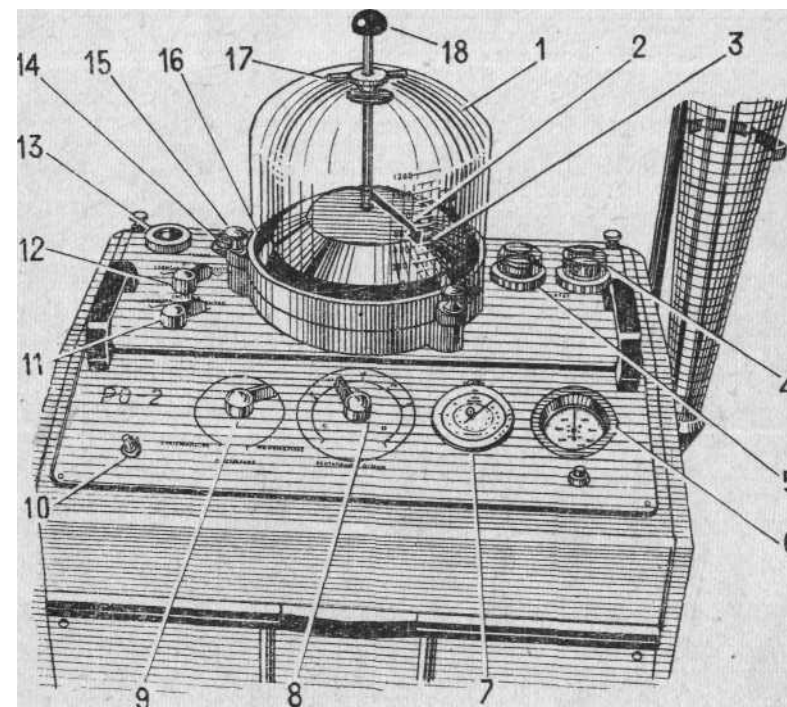
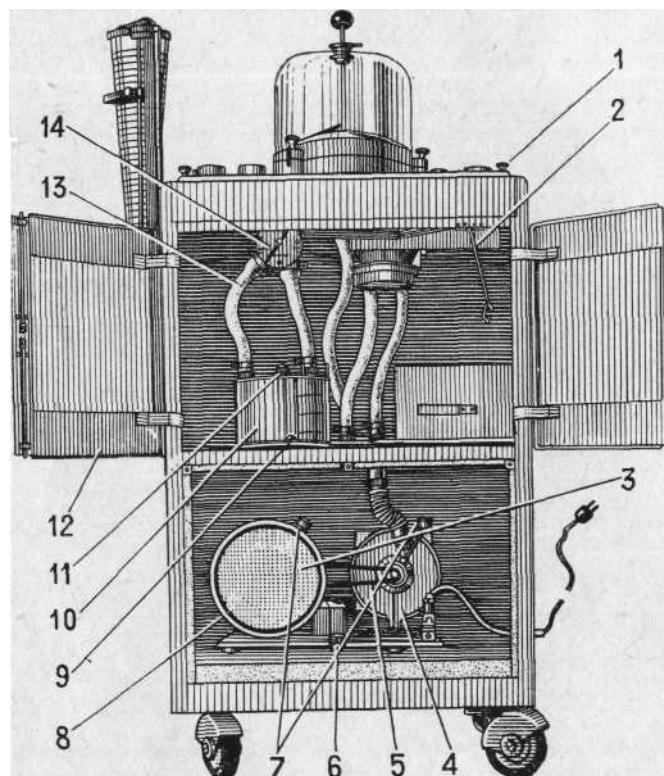
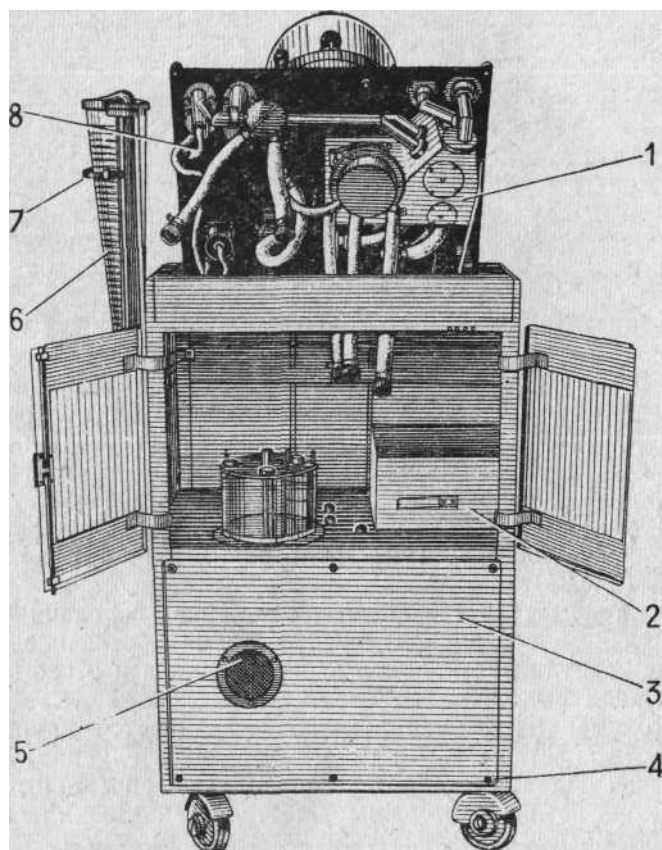
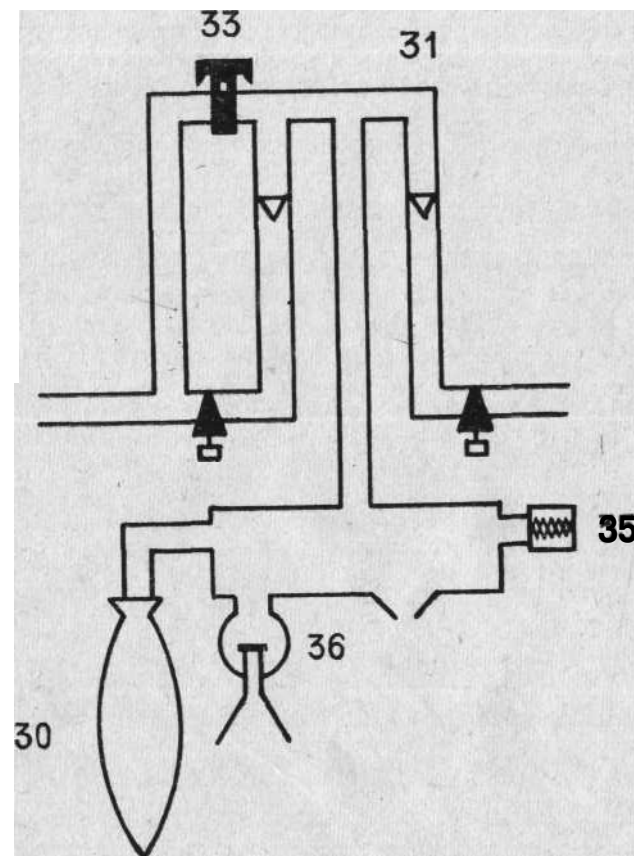

Рис. 3:
Рис. 4.
Рис. 5:
Рис. 6. Дозиметр:
Основные узлы аппарата смонтированы на верхней панели и в двух расположенных друг над другом отсеках аппарата (рис. 3).
Остальные узлы расположены в верхнем и нижнем отсеках (рис. 4). Доступ к верхнему отсеку обеспечивается через дверцы 12 задней стенки аппарата.
В нижнем отсеке аппарата, доступ к которому осуществляется при снятии задней стенки 3 (рис. 5), расположен узел привода, состоящий из электродвигателя 8 и воздуходувки 4 (рис. 4).
Отверстие С металлической сеткой — фильтром 5 (рис. 5) в задней стенке корпуса служит для вентиляции нижнего отсека аппарата. Через него засасывается воздух из атмосферы для охлаждения узла привода.
Аппарат снабжен дозиметром (рис. 6), который может сниматься или устанавливаться с помощью конусного соединения. Корпус дозиметра вставляется во втулку 13 (рис. 3).
К боковой стенке аппарата крепится водяной затвор 6 (рис. 5), который служит для визуального наблюдения за работой аппарата издали, а также дает возможность прибли-
1. Прежде чем первый раз включить аппарат, необходимо освободить основание электродвигателя и воздуходувки, которое было на время транспортировки прикреплено к днищу аппарата. Для этого, отвернув шесть винтов 4 (рис. 5), снимают стенку 3 и удаляют две гайки 6 (рис. 4) которые находятся между электродвигателем и воздуходувкой. Ставят стенку на место.
2. Из-под стеклянных колпачков предохранительных клапанов давления 4 и разрежения 5 (рис. 3) необходимо вынуть транспортировочные прокладки из поропласта.
3. На боковую стенку аппарата при помощи трех винтов, которые на время транспортировки вворачиваются в корпус, крепится узел водяного затвора 6 (рис. 5).
1. Следить за уровнем воды в увлажнителе 10 (рис. 4).
2. Периодически (не реже двух раз в месяц) вынимать из аппарата фильтры, сетку в отверстии для вентиляции 5 (рис. 5) для промывки и прочистки, а также заменять марлевый фильтр 3, установленный на электродвигателе (рис. 4).
Фильтры расположены во втулке 13 (рис. 3), через которую воздух засасывается в аппарат, и в корпусе из оргстекла 1 (рис. 5), укрепленном на панели аппарата.
3. При включенном аппарате нельзя снимать заднюю стенку 3 (рис. 5) и производить какие-либо манипуляции в аппарате.